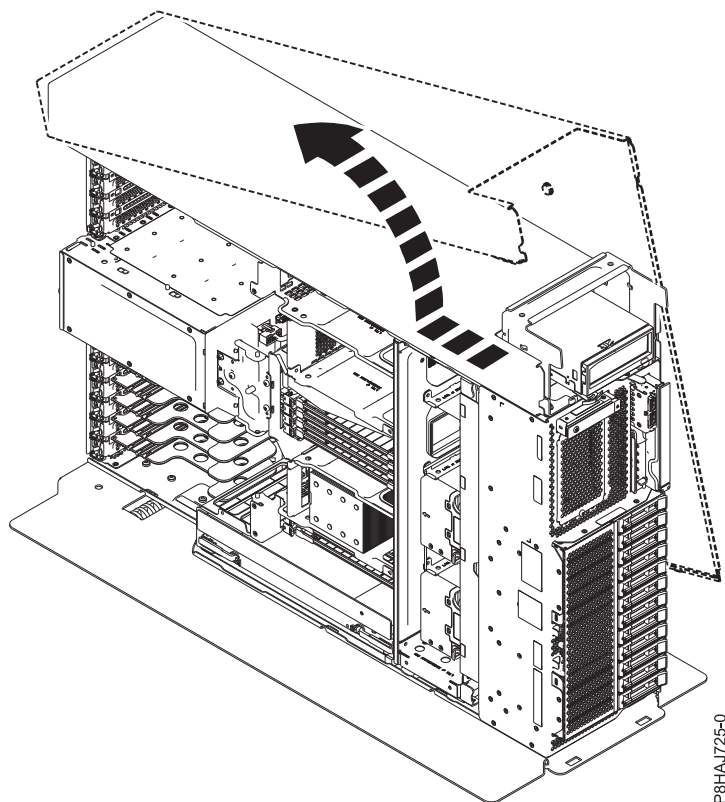

Figure 11. Retrait du capot latéral du système 8286-41A
5. Séparez le capot latéral du système en le faisant coulisser dans la direction indiquée figure 11.